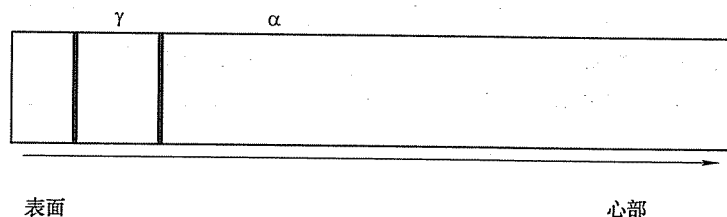

图 11-4 第三题第 7 小题解答图
7.  $w_C = 0.1\%$  合金齿轮渗碳后的组织分布示意图如图 11-4 所示。